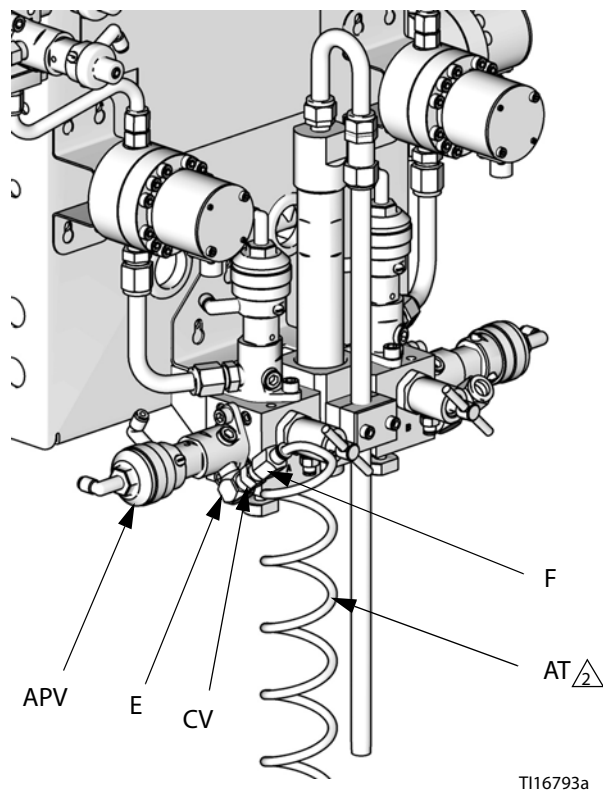

Рис. 5. Запорный клапан и трубопровод воздуха для продувки
5. См. Рис. 5. Установите входящие в комплект поставки колено (E), запорный клапан (CV) и трубный фитинг (F) на впуск клапана продувки воздухом (APV). Используйте трубопровод для продувки воздухом (AT, из комплекта поставки) длиной 7,6 м (25 футов), наруж. диам. 6 мм (1/4 дюйма) для подключения источника чистого сухого воздуха к фитингу (F) на впуске клапана продувки воздухом. При необходимости установите фильтры и влагопоглотители.